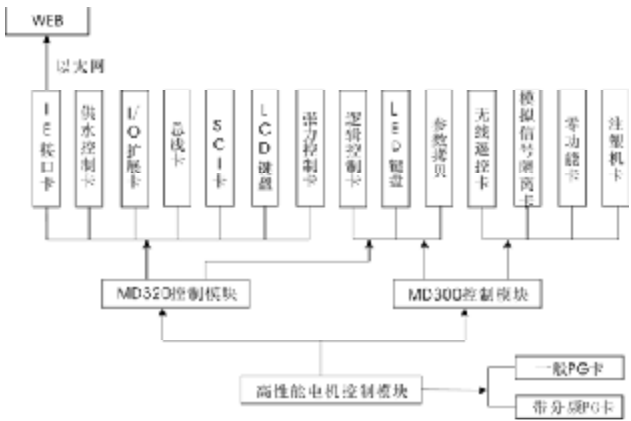

图 2 MD系列变频器模块结构示意图
2:它首创了将用户需求进行电机驱动、通用功能和专用功能等主模块及各种子模块划分的物理标准，如图2所示；
3) MD系列变频器的顶层模块是行业专用模块，这是给行业专用需求提供的解决平台，客户可以使用现有的解决方案，也可以根据自身要求，进行二次开发。这些顶层子模块如图2所示：